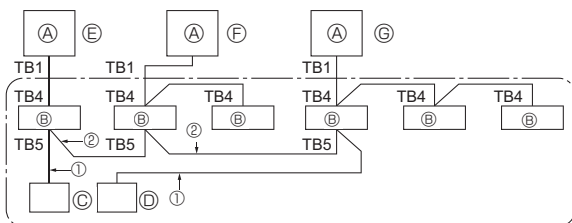

Fig. 9-1
9. Управление системой (Fig. 9-1)
- ⑤ SW 1 - 3 ~ 6